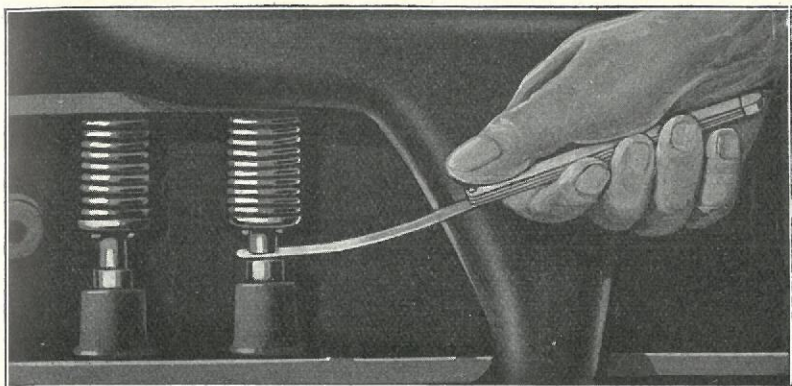

Fig. 225
- 372** Kontroller Spillerummet mellem Ventilspindelen og Ventilløfteren efter Slibningen af Ventilerne. Dette kan gøres ved Hjælp af en saakaldt Søger (se Fig. 225), der indføres mellem Ventil og Ventilløfter. Spillerummet maa ikke være større end $\frac{1}{32}$ " eller mindre end $\frac{1}{64}$ ".